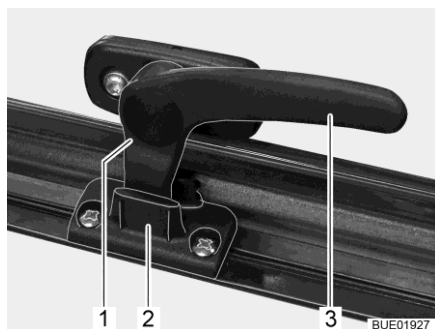

Bild 16 Låsarm i läget "kontinuerlig vädring"
- I läget "kontinuerlig vädring" (Bild 16)
- Sväng låsarmen (Bild 16,3) ett kvarts varv mot fönstrets mitt.
- Sväng låsarmen ett kvarts varv mot fönsterkarmen. Därvid måste låsspaken (Bild 16,1) föras in i spåret på fönsterlåset (Bild 16,2).